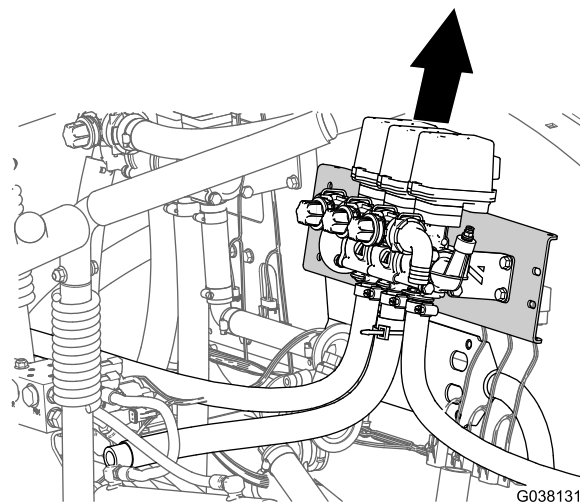

Рисунок 19
2. Поднимите клапаны секций стрел, шланги подачи и кронштейн клапана секции, чтобы снять их с машины (Рисунок 19).